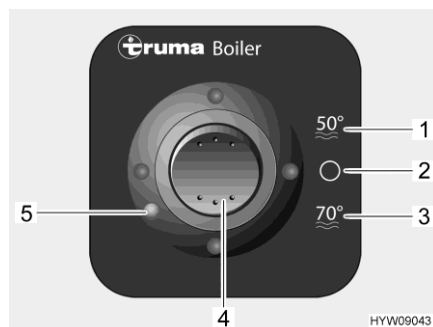
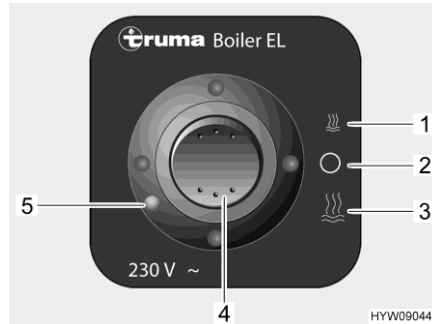

Fig. 85 Frontalino per funzionamento a gas (boiler Truma)
Fig. 86 Frontalino per funzionamento a 230 V (boiler Truma)
- Posizionare l'interruttore a levetta (Fig. 85,4) su "50 °C" (Fig. 85,1) o su "70 °C" (Fig. 85,3).
- Posizionare l'interruttore a levetta (Fig. 85,4) su "0" (Fig. 85,2).
- ▷ Quando è presente un guasto, la spia di controllo (Fig. 85,5) si illumina di rosso.
- Posizionare l'interruttore a levetta (Fig. 86,4) sulla potenza minima (Fig. 86,1) o massima (Fig. 86,3).
- Posizionare l'interruttore a levetta (Fig. 86,4) su "0" (Fig. 86,2).
- ▷ Quando è presente un guasto, la spia di controllo (Fig. 86,5) si illumina di rosso.
- Posizionare entrambi gli interruttori a levetta (Fig. 85,4 e Fig. 86,4) su "0".
- ▷ Quando è presente un guasto, entrambe le spie di controllo (Fig. 85,5 e Fig. 86,5) si illuminano di rosso.
- Posizionare l'interruttore a levetta per il funzionamento a gas (Fig. 85,4) e/o l'interruttore a levetta per il funzionamento 230 V (Fig. 86,4) su "0".